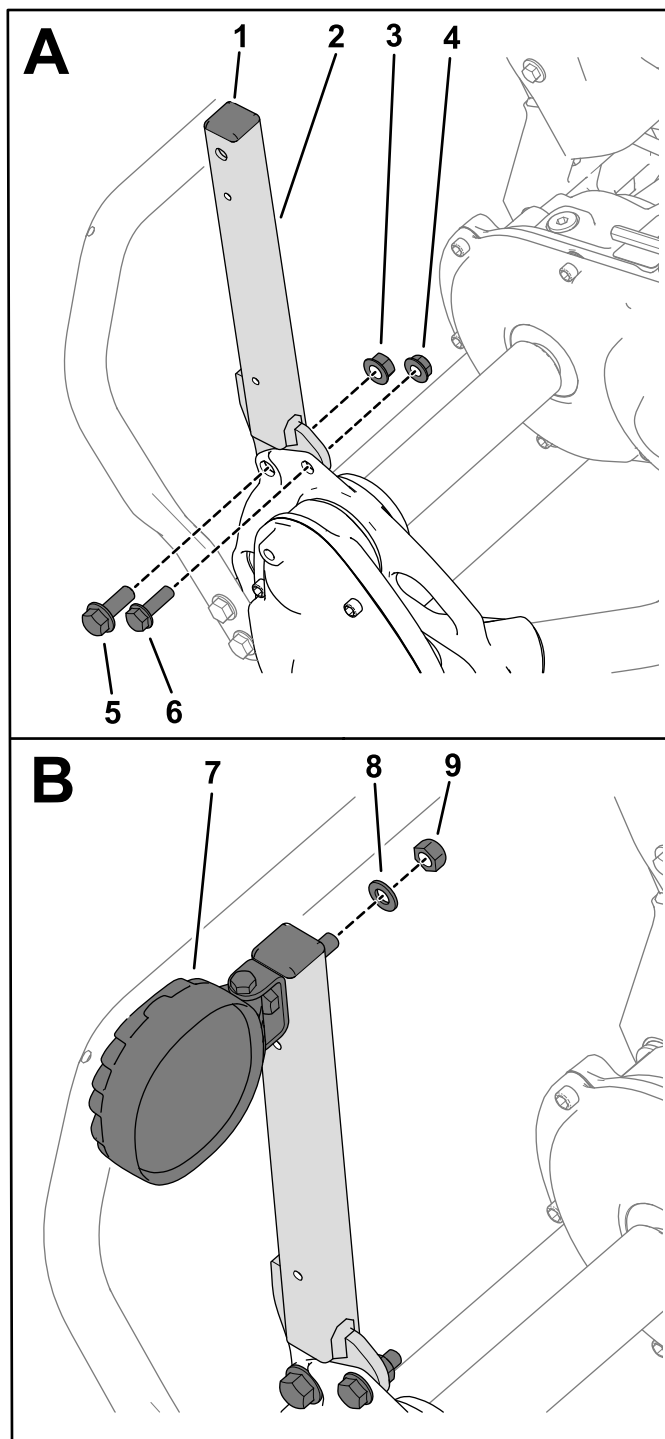

Figura 1
1. Utilize 2 parafusos (3/8 pol.), 2 parafusos (5/16 pol.), 2 porcas (3/8 pol.), e 2 porcas (5/16 pol.) para prender as montagens das luzes à estrutura da máquina (Figura 1).
2. Instale os tampões de montagem nas montagens (Figura 1).
3. Utilize as anilhas e as porcas fornecidas com cada luz LED para prender as luzes às montagens (Figura 1).